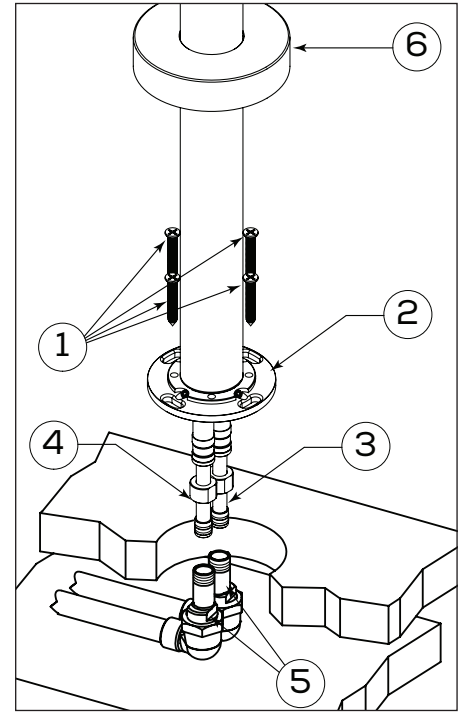

Fig.3
Separate the adaptors from the hoses by unscrewing the nut (4) (fig.3) while pulling-out at the same time (until the thread is engaged). Referring to fig.3, install the asymmetrical hose adaptors to the supply-pipes inlets. Be aware that you can also use 8mm (5/16") allen keys to thread the adapters in place. For a trouble-free installation bring the 2 hoses adapters as close from one another as possible. The max C-C which can be accommodated is 23mm.
Séparer les adaptateurs des alimentations flexibles en dévissant leurs écrous (4) (fig. 3), tout en exerçant une traction (jusqu'à ce que le pas de vis soit engagé). Se référant à la fig.3, installer les adaptateurs asymétriques sur les arrivées d'eau chaude et froide. Vous pouvez aussi utiliser une clé Allen 8mm (5/16") pour fixer les adaptateurs en place pour une meilleure installation. Positionner les deux adaptateurs pour qu'ils soient aussi proche que possible. Le C-C maximum qui peut être accepté est 23mm.
Completely insert the hot and cold hose-ends (3) into the appropriate adaptors (5) and lock in place using the nut with "endless" thread (4), and turn until it becomes loose. (fig.3). Fix the faucet flange (2) with 4 screws. Make sure the spout is properly lined-up, and lower the decorative flange to the floor (6).
Enfoncer complètement les embouts des alimentations flexibles (3) dans les adaptateurs appropriés (5) et les sécuriser en place à l'aide des écrous (4) au filet « sans fin ». Visser jusqu'à ce que le mouvement soit libre (fig.3). Fixer la base (2) au plancher à l'aide de 4 vis. Abaisser la bride décorative au sol (6).